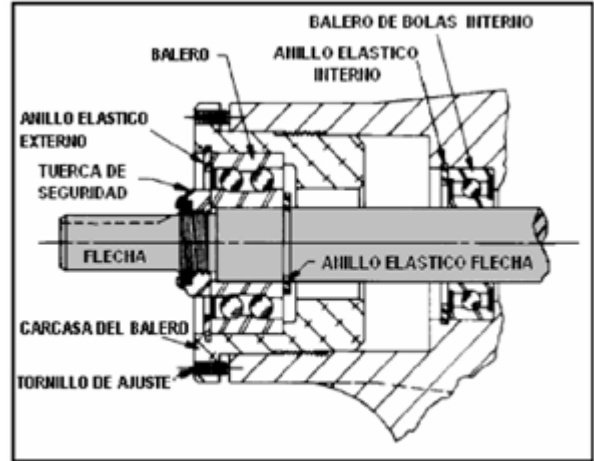
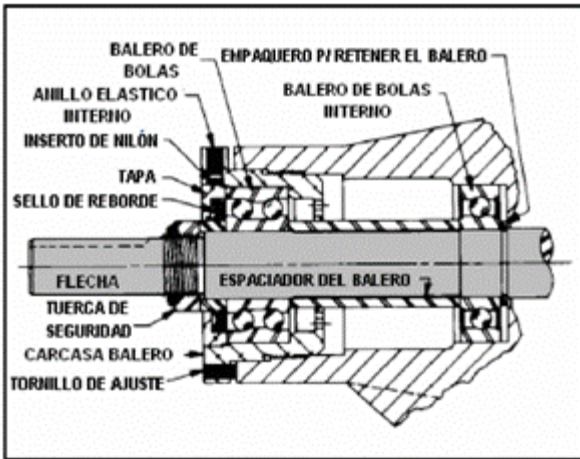

Figura 23. En samble de Balero de empuje (GG, HJ, HL).
Figura 24. Ensamblaje de Balero de empuje (AS, AK, AL).
7. **GG, HJ, HL:** Remueva el anillo de elástico de la flecha. Vea la figura 23. **AS, AK, AL:** Remueva el espaciador de baleros de la flecha. Vea la figura 24.
10. **AS, AK, AL:** Remueva la rondana de retención del balero. La rondana puede haber permanecido con el rotor y la flecha cuando fueron removidos, ó, estar pegada al balero de bolas. Vea la figura 24.
GG, HJ, HL: Remueva el anillo de resorte exterior de la caja de baleros y remueva el balero de bolas. Vea la figura 23.
AS, AK, AL: Afloje los dos tornillos opresores ubicados en el diámetro exterior de la brida. Gire la tapa y el sello de borde en sentido inverso de las manecillas del reloj y remuévalos. Remueva el balero de bolas. Vea la figura 24.
AS, AK, AL: Instale el espaciador del balero sobre la flecha y contra el balero de bolas de fila única. Vea la Figura 24.
13. **Llene la cámara de lubricación** entre el balero de bolas interno y el balero de bolas de doble fila en el ensamble del balero de empuje con grasa multiusos NLGI #2 hasta la mitad aproximadamente. El ensamblaje del balero de empuje ocupará el espacio restante. Vea la Figura 23 y 24.
GG, HJ, HL: Instale el balero de bolas en su caja con el lado de protección hacia el extremo del cople de la flecha. Ver Figura 23. Instale el anillo elástico en la caja del balero para retener el balero de bolas. Este anillo elástico tiene una orilla ahusada para ajustar el en
AS, AK, AL: Instale el balero de bolas en su caja. Instale el sello de borde en la caja del balero en el extremo de la cubierta. El borde deberá ver hacia el extremo de la flecha. Coloque el collar espaciador del balero en el sello de borde e instálelo dentro de la caja del balero y apriete los tornillos de manera segura. Vea la Figura 24.